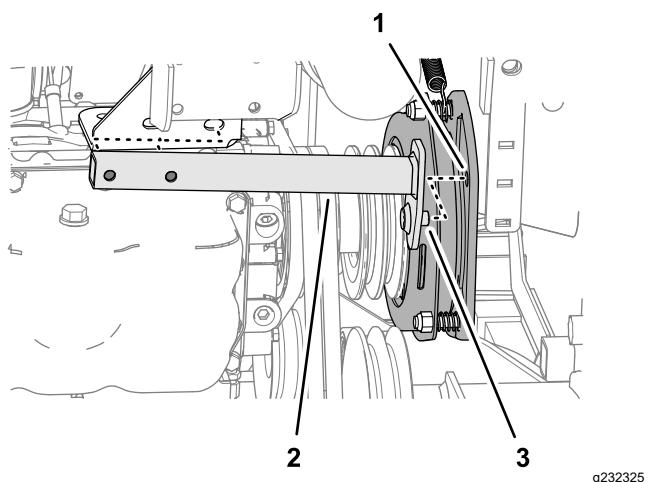

Bild 92
7. Schieben Sie das Drehsperrrohr nach hinten und nehmen es von der Maschine ab (Bild 92).
2. Fluchten Sie den Stift des Drehsperrrohrs mit dem Loch in der Zapfwellenkupplungsplatte aus, siehe Bild 92 in Entfernen der Zapfwellenriemen \(Seite 68\).